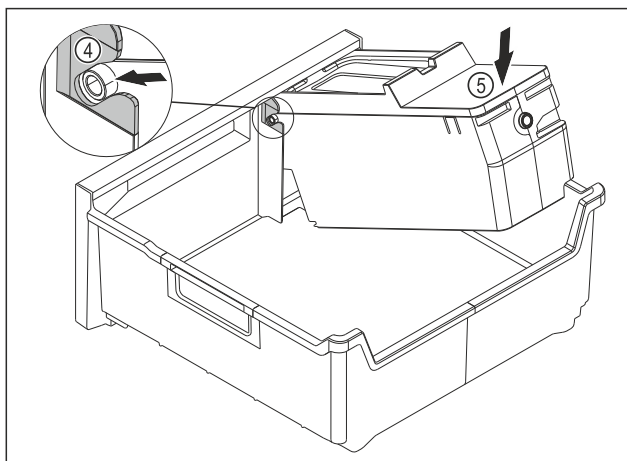

Fig. 115
- ▶ Смонтируйте корпус EasyTwist-Ice: Вставьте оси корпуса EasyTwist-Ice в направляющие Fig. 115 (4).
- ▶ Вдавите корпус EasyTwist-Ice Fig. 115 (5) вниз.